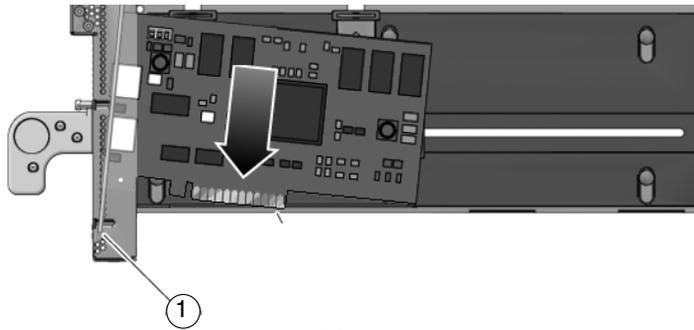

FIGURE 3-11 Insertion de la carte PCI
- a. Placez la partie avant de la carte dans le logement (FIGURE 3-11).